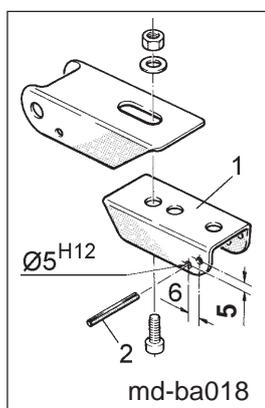

Fig. 18.45
- Spannhülse der Rückhaltekinke (Fig. 18.45/1) entfernen
- Rückhaltekinke nach Fig. 18.45 neu verbohren ($\text{Ø } 5^{\text{H12}}$ mm)
- neue Spannhülse 5 x 33, DIN 1481 (Fig. 18.45/2) in Rückhaltekinke einschlagen